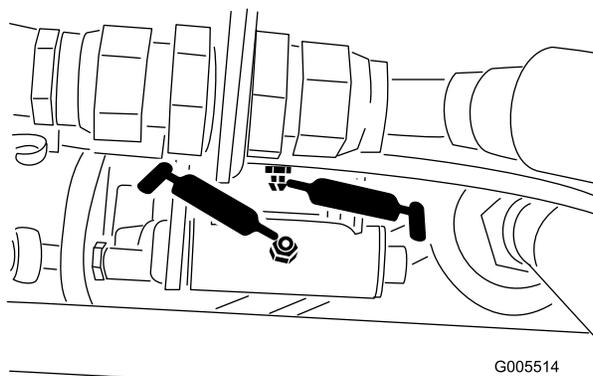
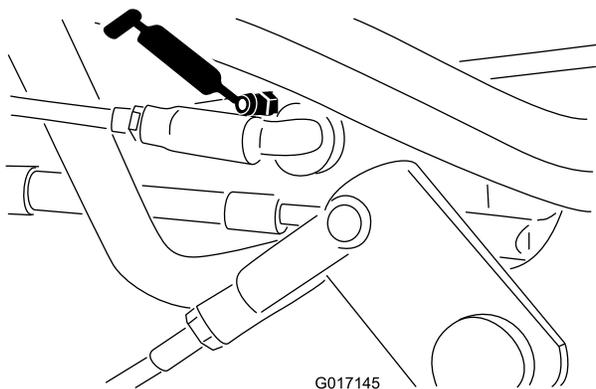

Figura 42
Figura 43
- Tiranteria del selettore di velocità (Figura 42 e Figura 43)